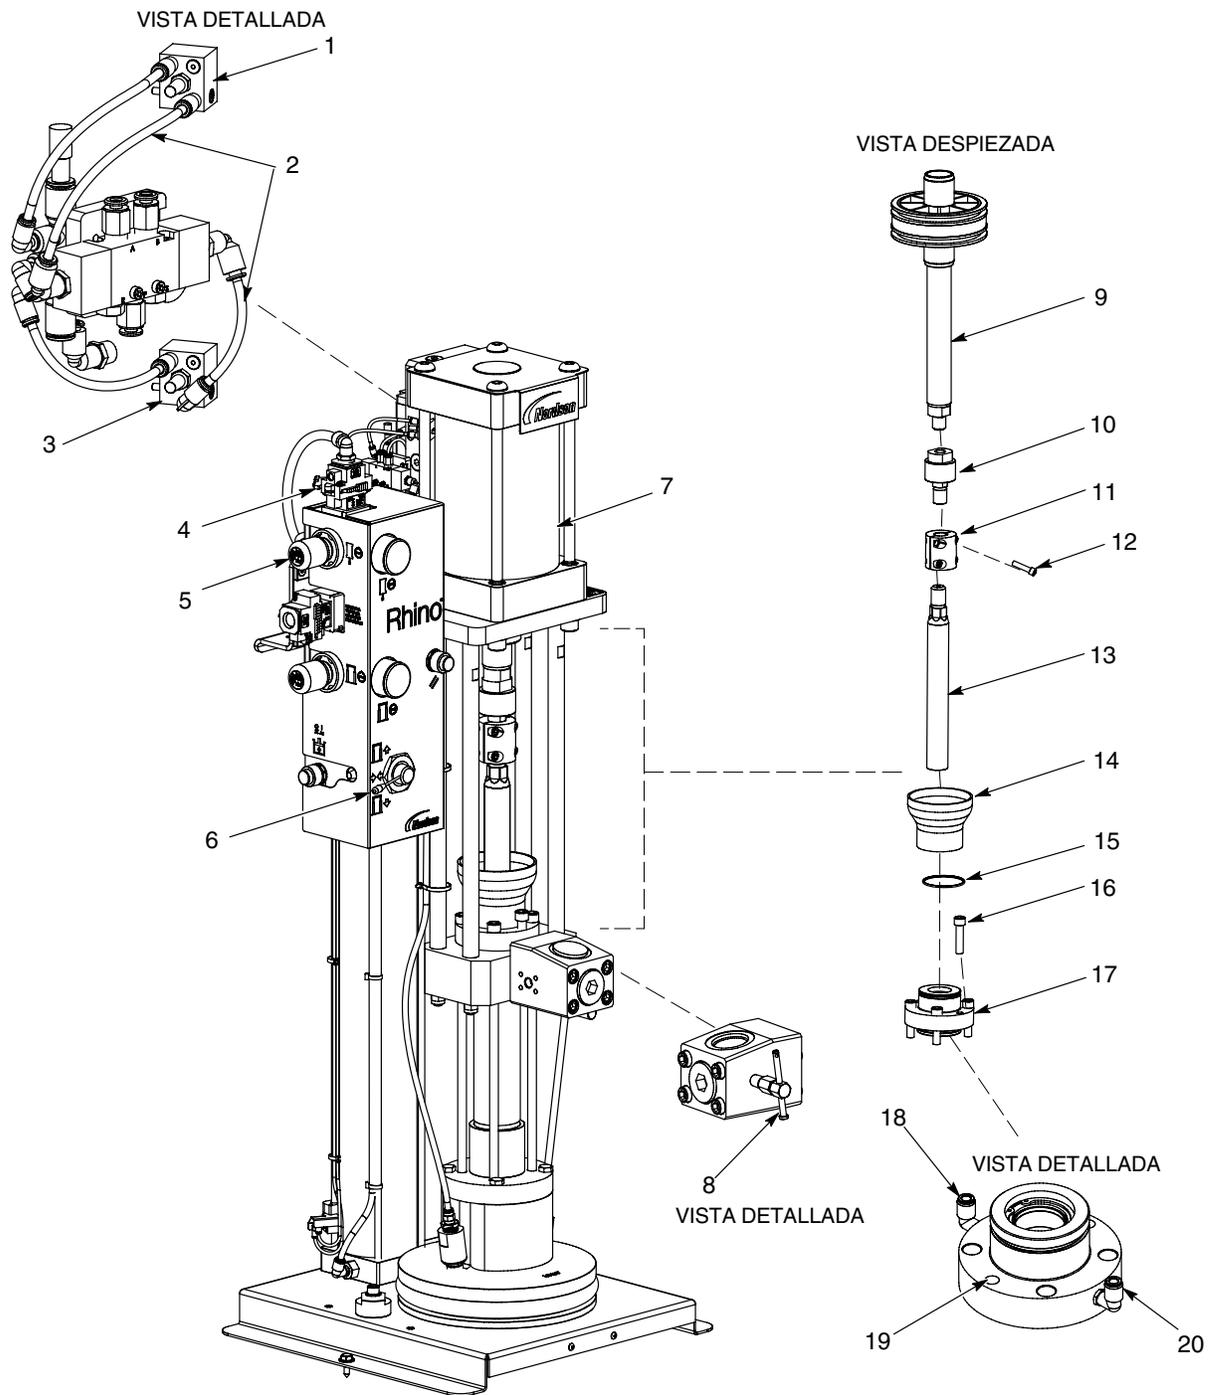

Figura 1 Extracción de la empaquetadura
Ver la figura 1.
9. Ver la figura 1. Volver a conectar la línea de aire de salida (2) al sensor magnético inferior (3).
10. Volver a conectar el tubo al puerto de suministro ARW (20) y al puerto de residuos ARW (18).